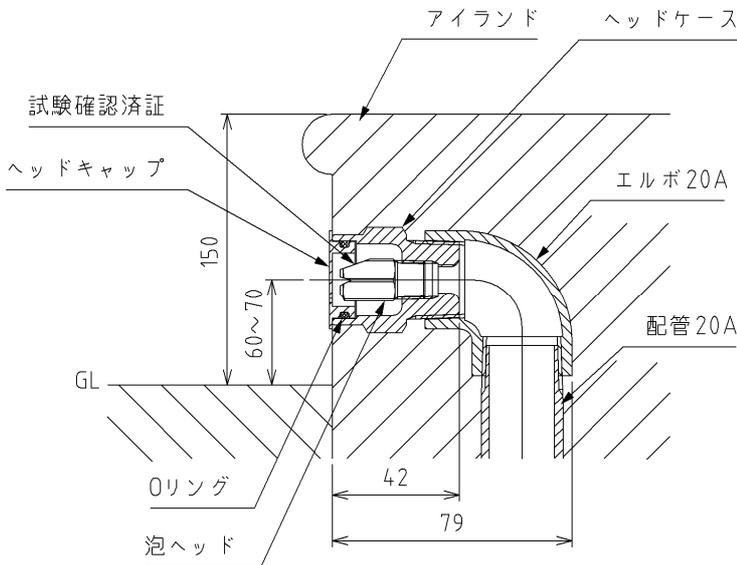

図 10 泡放出口取付断面図
- (1) アイランドに泡放出口を取付けます。
- (2) 泡放出口は、床面から中心までの高さ 60~70mm、ヘッドの間隔は 1500~2000mm を目安として取付けます。図 10 に泡放出口取付断面図を示します。